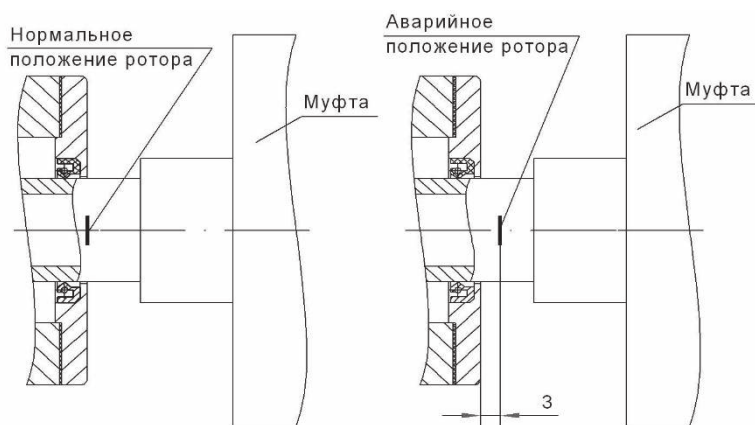

Рис. 2.3 Установка ротора по риске.
2.5.2 **Проверьте установку ротора по риску.** Проверка положения риски производится при роторе, сдвинутом до упора в сторону всасывания. Риска должна быть заподлицо с торцевой плоскостью крышки подшипника переднего кронштейна (рис. 2.3).